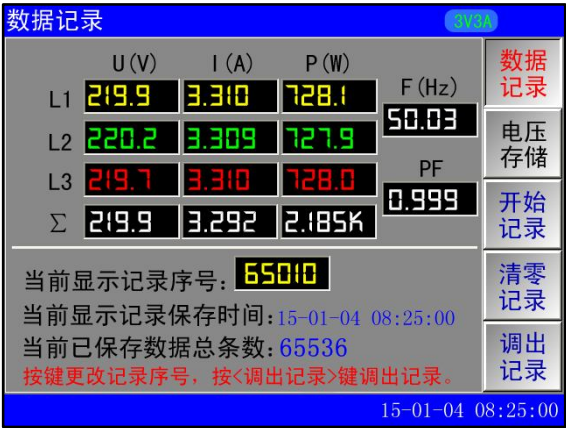

图 10-1 数据记录
3.1 按“F1”进入数据记录（图 10-1）
- （1）记录停止后，操作“F3 开始记录”按键（图 10-1），开始记录稳态数据。
- （2）记录停止后，操作“F4 清零记录”按键（图 10-1），清除稳态数据记录，数据记录条数为 0。
- （3）记录开始后通过按“F3 停止记录”按键（图 10-1）停止记录。